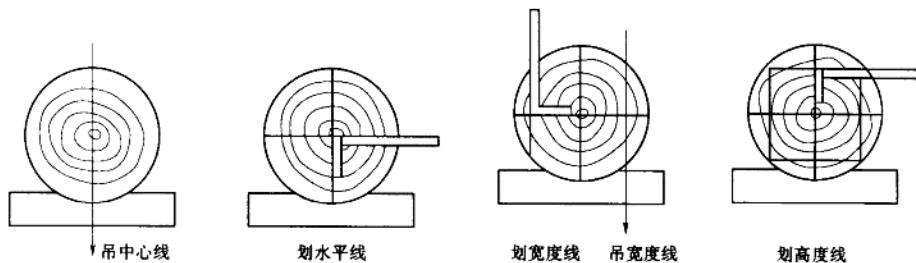
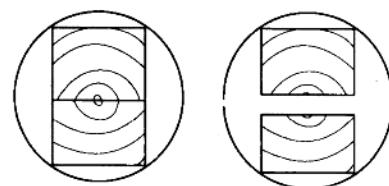

图 1-14 圆木制方法
图 1-15 破心下料法
(1) 圆木制作方木。先在圆木小头截面中央吊线锤画一条铅垂线，在中央铅垂线上找出一点，将铅垂线分成二等分；然后过这一点，用角尺画出一条水平线，在水平线上量出方木宽度(左右各半)，吊线锤画出方木宽度边线；再在中央铅锤线上量出方木高度(上下各半)，用角尺画出方木高度边线，如图 1-14 所示。用同样的方法在大头端面画出方木四条边线(注意不要动圆木，以防两端边线扭转)。两端面画线后，连接两端面对应的棱角点，用墨斗弹出纵长墨线，依线锯割即可得到方木。如圆木直径较大，最好采取“破心下料”法，如图 1-15 所示，这样可消除因切向、径向两个方向收缩率不同而产生的裂纹。